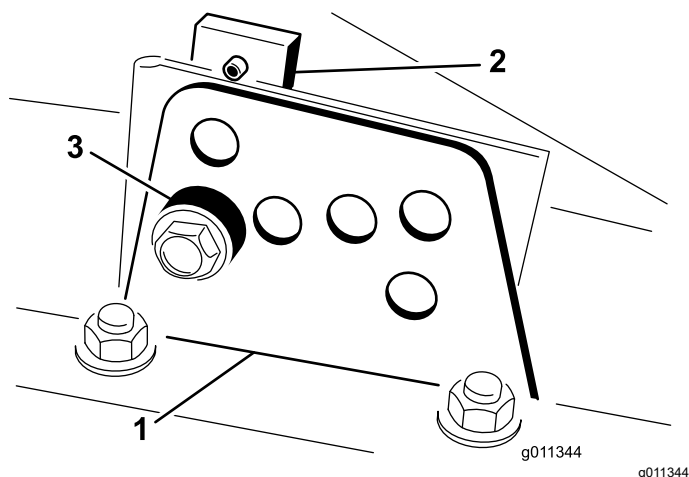

Figura 21
2. Slăbiți urubul care fixează fiecare consolă pentru înălțimea de tăiere la placa pentru înălțimea de tăiere (față și fiecare parte), așa cum este indicat în Figura 21.
4. În timp ce susineți camera, îndepărtați distanțierul (Figura 21).